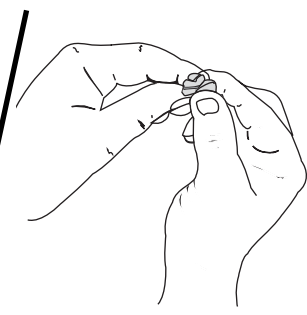

Fig. 27
5. Pressez le filtre pour répandre et drainer l'excédent d'huile (Fig. 27).